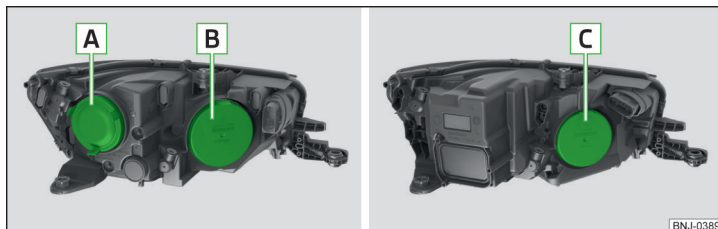

Fig. 285 Faro anteriore sinistro: Alogeno / LED
Disposizione delle lampadine » fig. 285
- Rimuovere il coperchio di protezione **[A]** o **[B]** » fig. 285 a pag. 247.
- Inserire il coperchio di protezione **[A]** o **[B]** » fig. 285 a pag. 247.
- » Estrarre il coperchio di protezione **B** o **C** » **fig. 285 a pag. 247.**
- » Inserire il coperchio di protezione **B** o **C** » **fig. 285 a pag. 247.**